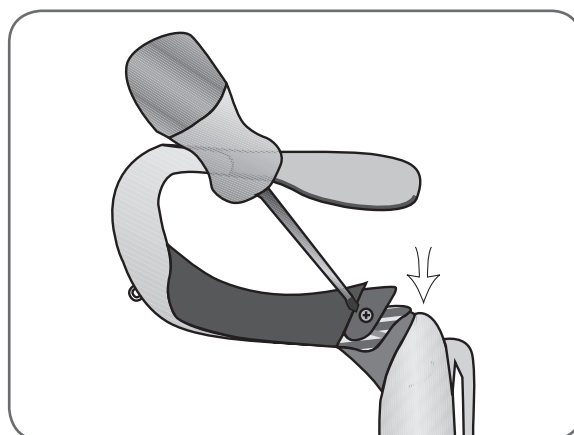

Ilustración 6-7: Cómo apretar el tornillo del accesorio amortiguador para la muñeca.
6. Inserte el tornillo del accesorio amortiguador en los orificios y apriételo. Consulte la Ilustración 6-7.